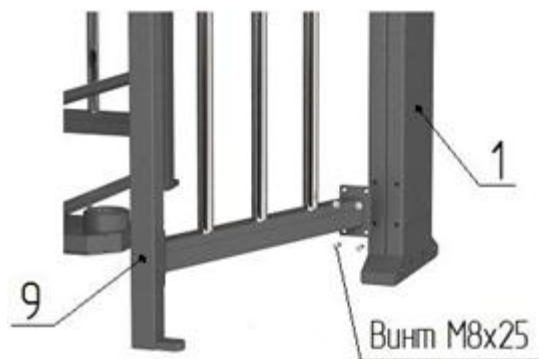

Рис. 4
- к боковым плоскостям стойки крыла прохода **1** и **2** установите ограждения **9** и **10** (предварительно заведите в отверстия стойки крыла прохода провода световых индикаторов **12**, кабели заземления) и закрепите винтами М8 (рис.4);